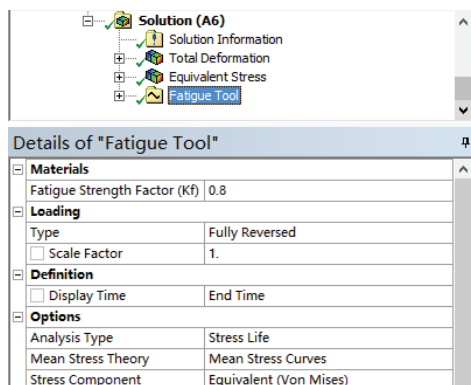
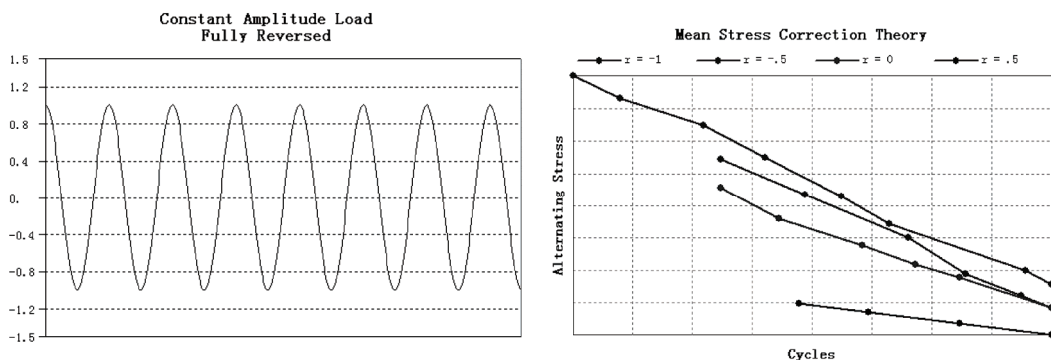

图 18-13 Fatigue Tool 对象细节设置
图 18-14 Fatigue Tool 对象设置结果
2) 单击 Fatigue Tool 对象，设置细节窗口如图 18-13 所示，得到的图形如图 18-14 所示。